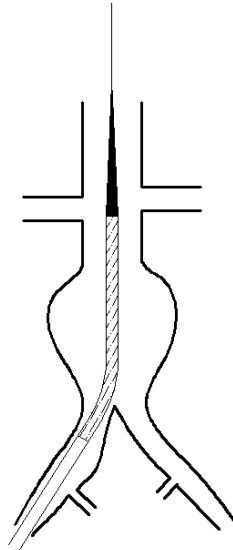

Fig. 4 Introducción de la Prótesis Artificial AAA con Sistema de Liberación
- 5.8 Lentamente insertar una prótesis artificial AAA con el sistema de liberación hacia el aneurisma aórtico abdominal sobre el cable guía, siempre manteniendo la válvula hemostática en el lado opuesto al paciente. **(Fig. 4)**